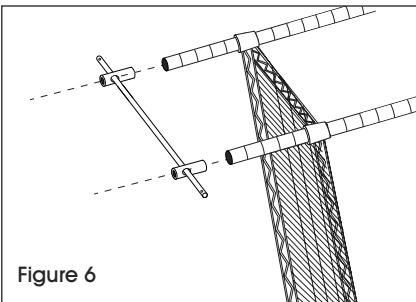

Figure 6
2. Insérez l'essieu à travers les deux manchons de montant. À l'aide d'un maillet en caoutchouc, insérez les manchons de montant du côté où se trouve la poignée. Tapotez sur les manchons en alternance jusqu'à ce que ceux-ci soient complètement insérés dans les montants. (Voir Figure 6)